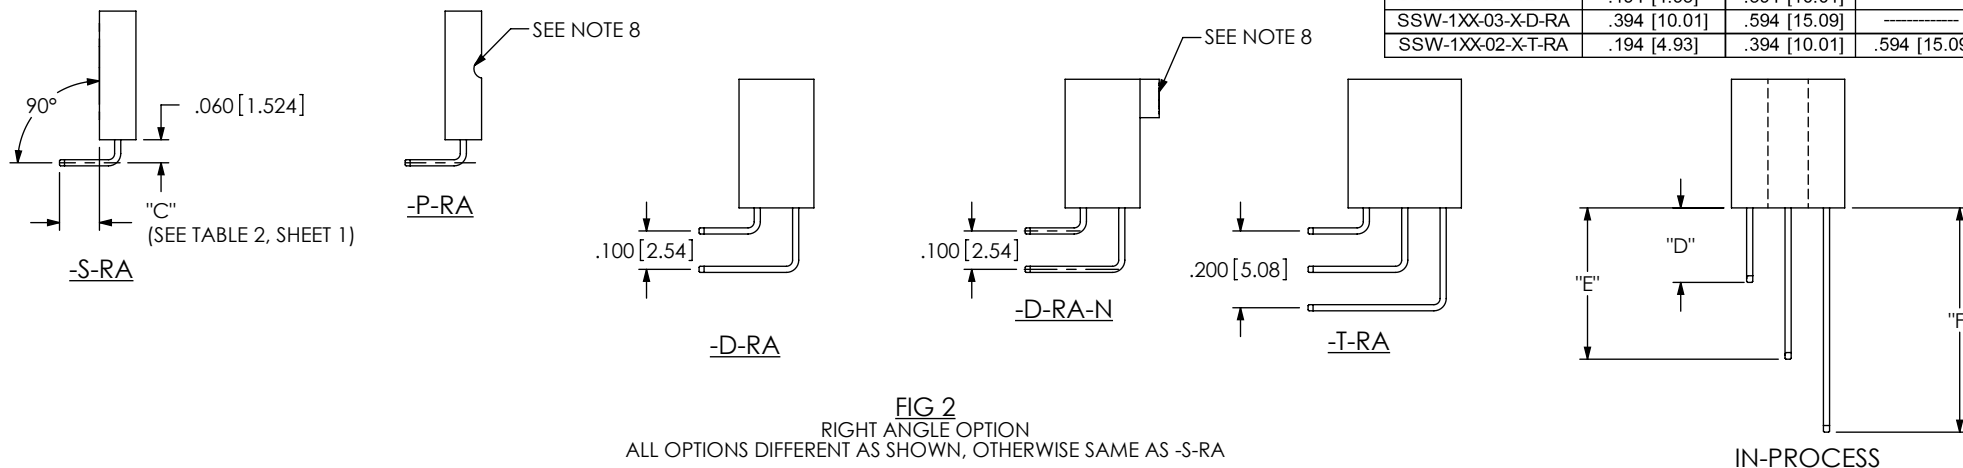

FIG 2
- RA: RIGHT ANGLE (SEE FIG 2, SHT 2)